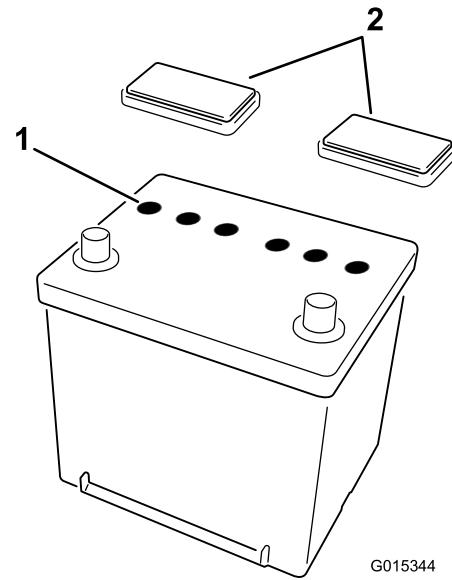

Figura 1
2. Togliete i tappi di spurgo dalla batteria (Figura 1). Riempite con cautela ciascun elemento finché il livello dell'elettrolito non copre le piastre con 6 mm circa di fluido.
3. Attendete circa 20 o 30 minuti per permettere alle piastre di essere immerse nell'elettrolito. All'occorrenza rabboccate finché l'elettrolito non è a 6 mm circa dalla base della tazza di riempimento (Figura 1).